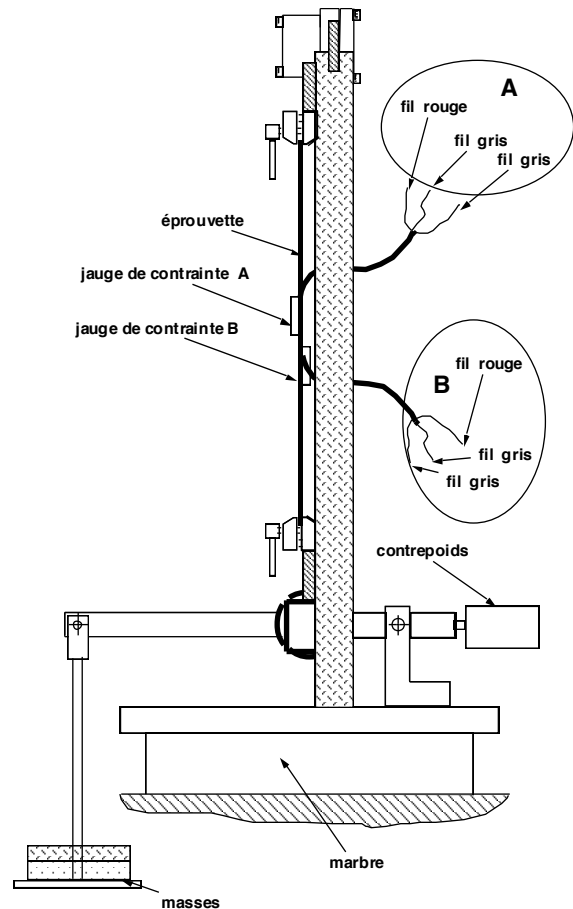

Figure 2 : Dispositif de traction
- une machine de traction (Figure 2) permettant de fixer une éprouvette entre deux mors. Le mors supérieur est fixe tandis que le mors inférieur est mobile, relié à un bras de levier permettant d'appliquer une contrainte variable à l'aide de masses marquées.